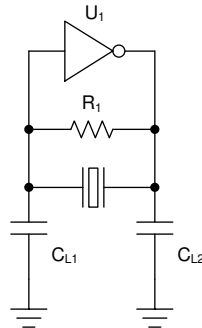

図 6-1. ピアス型発振器
どちらの水晶発振器も 図 6-1 に示すピアス型発振器です。このタイプの発振器では、水晶振動子と負荷コンデンサが  $\pi$  フィルタを形成し、内部アンプに  $180^\circ$  の位相シフトを行って、指定された周波数に発振器がロックされた状態に維持します。この周波数が妥当なものとなるよう、水晶振動子の容量性負荷 (CL) パラメータに基づいて、負荷容量の大きさを適切に選定する必要があります。